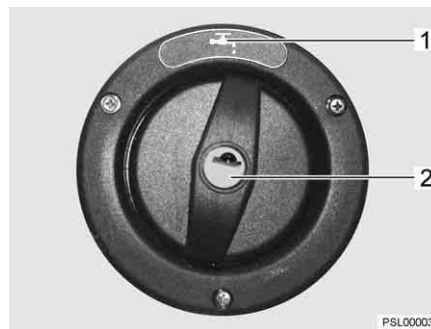

Fig. 68 Tampa de fecho do bocal de enchimento de água potável
► O bocal de enchimento da água potável está marcada com o símbolo "☉" (Fig. 68,1).
Abrir: ■ Meta a chave no canhão da fechadura (Fig. 68,2) girando-a no sentido inverso ao dos ponteiros do relógio.